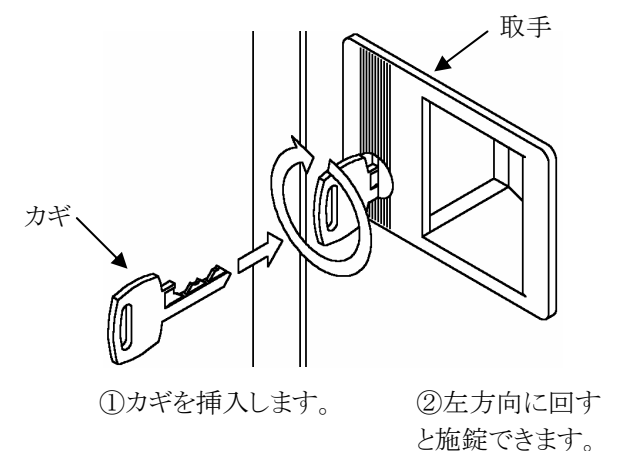
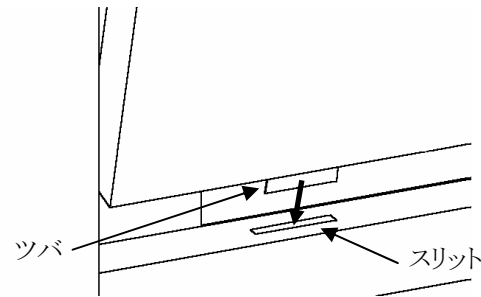

図11 扉の施錠
図12 パネルの取付け(1)
■扉の施錠方法 (図11)
- ① 添付のカギを取手のカギ穴に挿入します。
- ② 左方向(時計回り)にカギを回すと施錠します。右方向(反時計回り)に回すと解錠します。
- ① パネルのツバをボックス側面のスリットに斜め上より差し込みます。(図12)